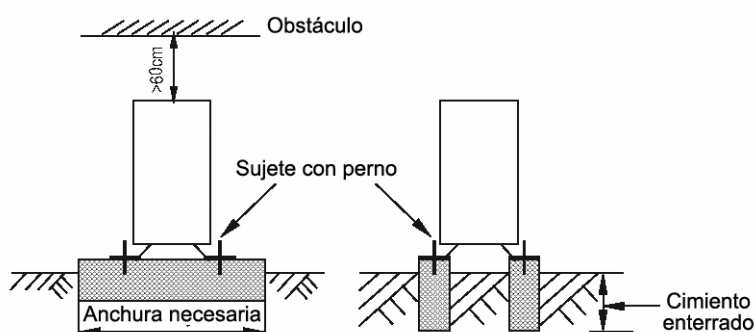

Figura 11
- Disponga una base de hormigón. (Vea la figura 11)